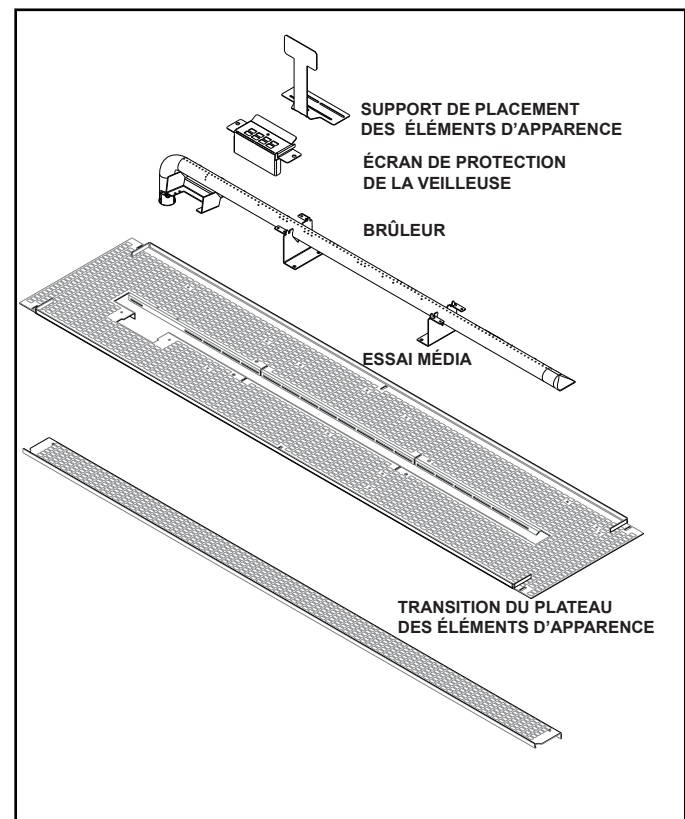

Figure 11.2 Composants du bac à papier
1. Le support de placement des éléments d'apparence inclus, montré à la figure 11.2, DOIT être utilisé chaque fois que les éléments d'apparence sont placés sur le brûleur afin d'assurer qu'aucune pièce ne tombe dans la zone d'allumage du brûleur. Vérifier que le support de placement des éléments d'apparence est correctement installé dans l'appareil. Voir Figure 11.2.